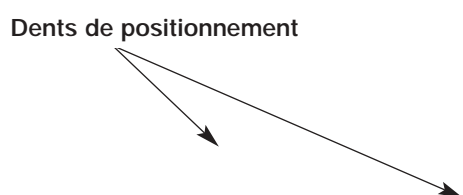
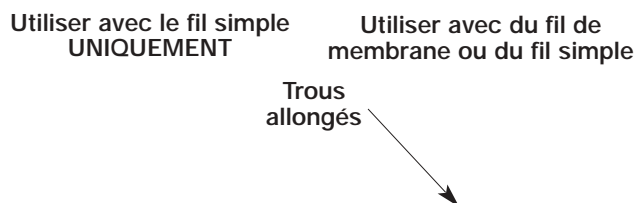

Fig. 6-2
Fig. 6-3
5. Vérifiez l'état d'usure des dents de positionnement sur le moulinet intérieur et la bobine extérieure (Fig. 6-2). Enlevez les ébarbures ou remplacez le moulinet et la bobine au besoin. **NOTE : le fil de membrane peut être utilisé seulement avec le moulinet intérieur à trous allongés. Le fil simple peut être utilisé avec les deux sortes de moulinet intérieur. Identifiez votre type de moulinet en vous référant à la figure 6-3.**